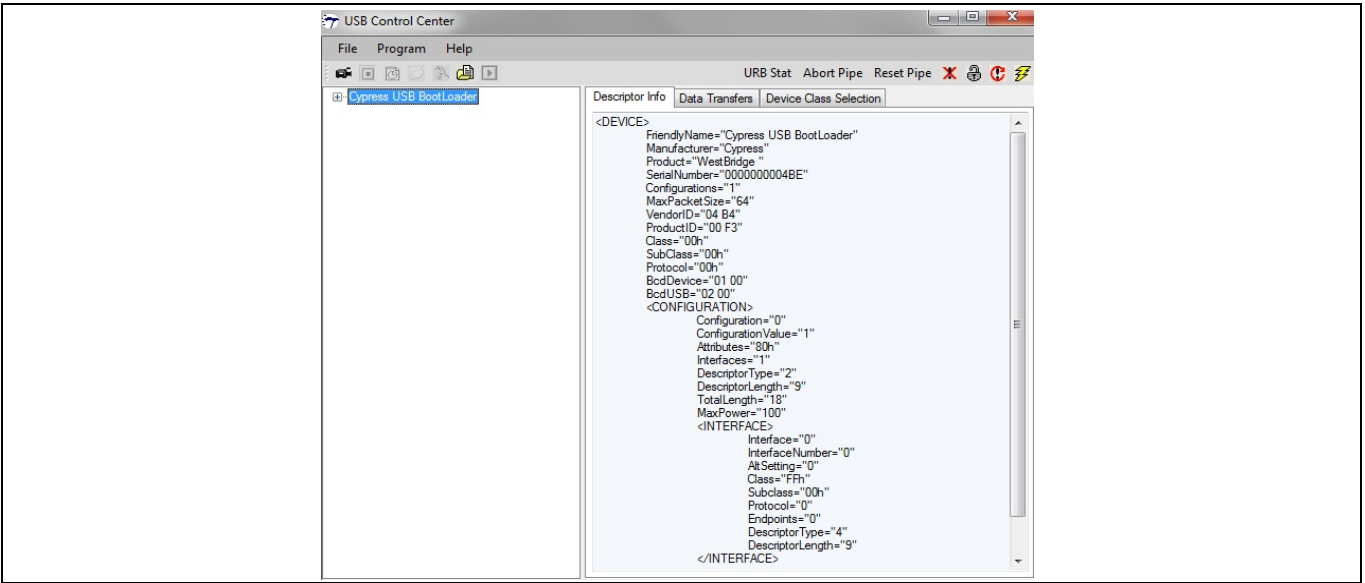

Figure 22 Cypress USB BootLoader 在 Control Center 中的枚举
3. 当连接至 USB 主机时, FX3 器件在 USB Control Center 中作为 "Cypress USB Bootloader" 进行枚举, 如 Figure 22 中所示。